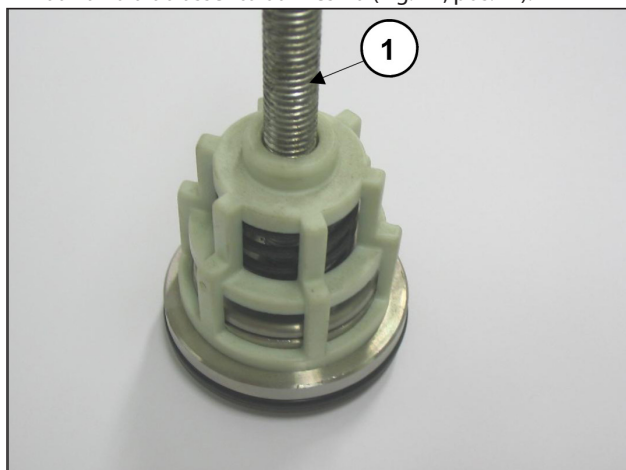

Fig. 17
- Desmonte os grupos da válvula de aspiração e descarga, apertando um parafuso M8 suficientemente longo, de modo a poder agir sobre a placa da válvula e extrair a guia da válvula do assento da mesma (Fig. 17, pos. ①).